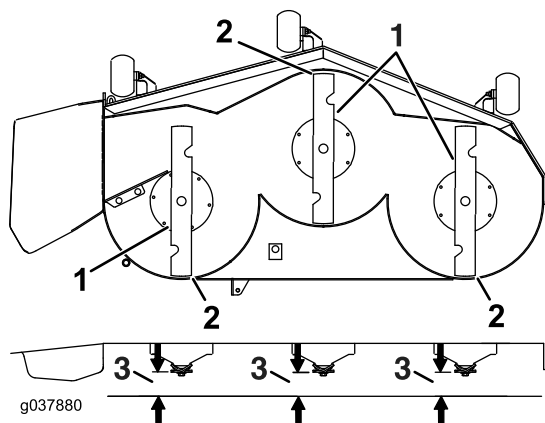

Figura 91
7. Compruebe el nivel longitudinal de la cuchilla (Figura 91). Asegúrese de que la punta de la cuchilla delantera está más abajo que la punta de la cuchilla trasera, como se muestra en *Altura de bloque y soporte*. Si se requieren ajustes, siga con este procedimiento.